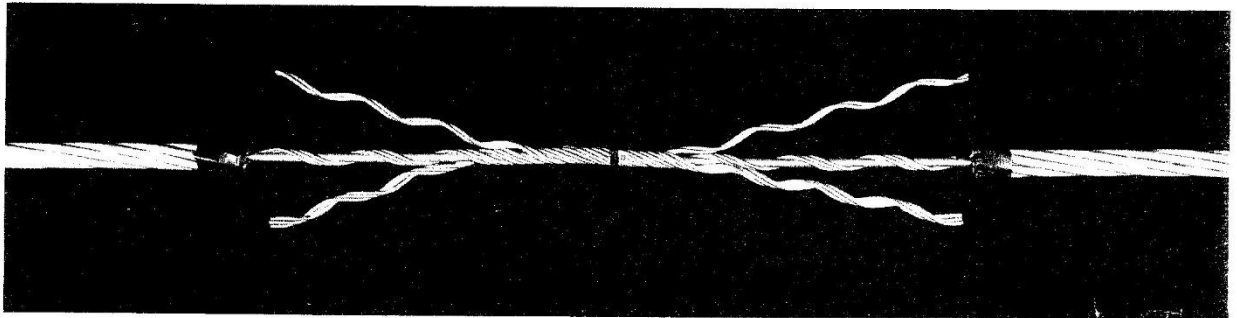

Рисунок 4.
4. Совместите вторую подгруппу с центральной меткой и накрутите на длину в один или два шага скрутки с каждой стороны от центра. Таким же образом накрутите третью подгруппу, затем одновременно полностью накрутите обе подгруппы. (Рисунок 4.)